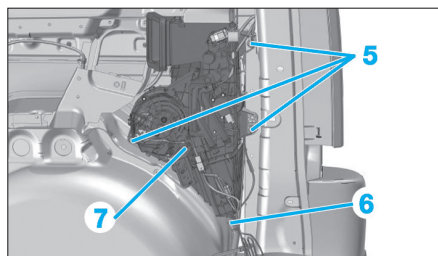

Fig. 17
- Déposer les vis de fixation du groupe (5) (Fig.17).
- Désaccoupler le tuyau d'évacuation d'eau de condensation (6).
- Déposer le bloc chauffage-climatisation additionnel (7).